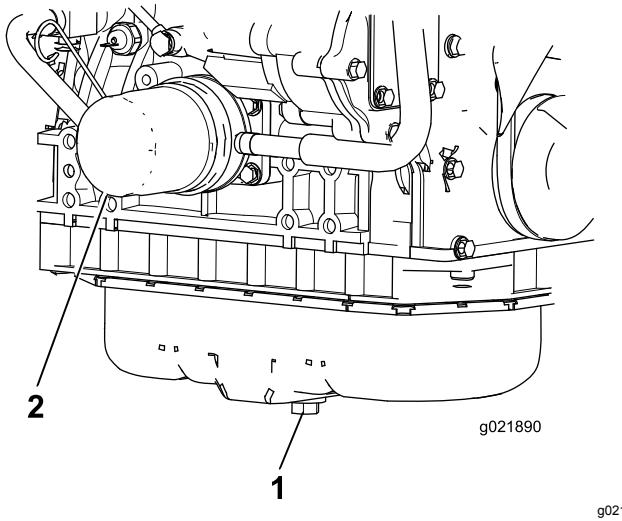

Bild 72
1. Entfernen Sie die Ablassschraube (Bild 72) und lassen Sie das Öl in die Auffangwanne ab. Schrauben Sie die Ablassschraube wieder ein, nachdem das Öl abgelaufen ist.
2. Entfernen Sie den Ölfilter (Bild 72). Ölen Sie die neue Dichtung am Ölfilter leicht mit frischem Öl ein, bevor Sie den Filter eindrehen. **Ziehen Sie nicht zu fest.**